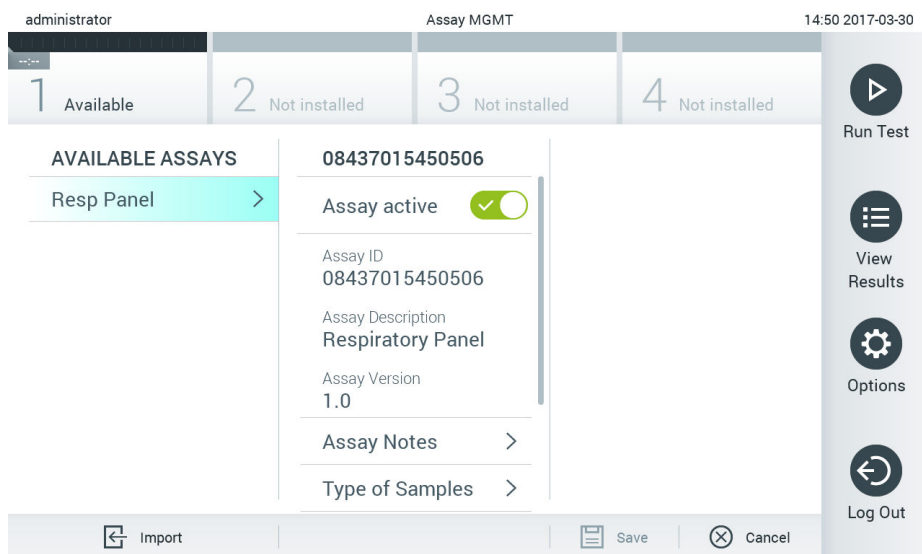

図 66.利用可能なアッセイを管理。
1. Options（オプション）ボタン、次に Assay Management（アッセイの管理）ボタンを押して Assay Management（アッセイの管理画面）にアクセスします。コンテンツエリアの最初の列に、利用可能なアッセイのリストが表示されます（図 66）。